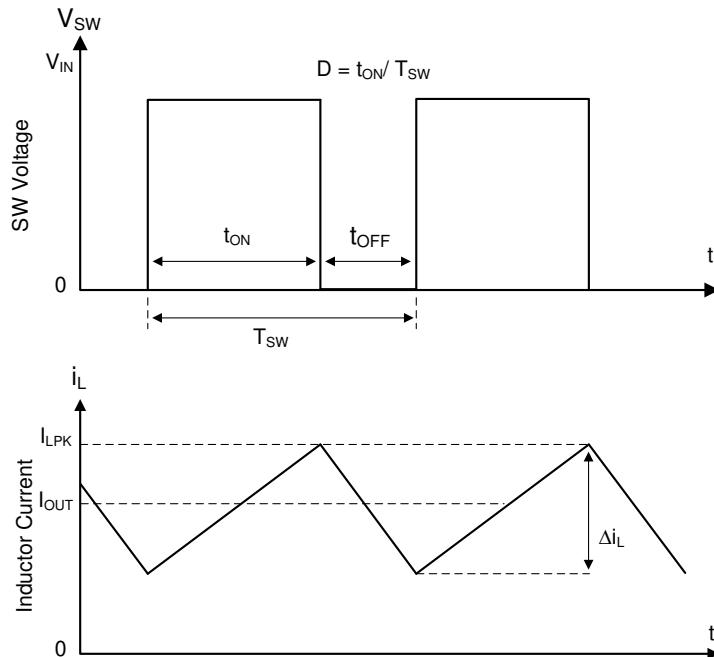

图 7-1. 连续导通模式 (CCM) 下的 SW 节点和电感器电流波形
LMR514xx 的以下运行说明涉及 功能方框图 和 图 7-1 中的波形。LMR514xx 是一款同步降压转换器，具有集成式高侧 (HS) 和低侧 (LS) 开关（同步整流器）。LMR514xx 通过使用受控的占空比打开高侧和低侧 NMOS 开关，来提供稳定的输出电压。高侧开关导通期间，SW 引脚电压上升至约 V_{IN} ，电感器电流 i_L 以线性斜率 $(V_{IN} - V_{OUT})/L$ 增加。当高侧开关被控制逻辑关闭时，低侧开关在经过反击穿死区时间后将会导通。电感电流通过低侧开关以斜率 V_{OUT}/L 放电。降压转换器的控制参数为占空比 $D = t_{ON}/T_{SW}$ ，其中 t_{ON} 是高侧开关导通时间， T_{SW} 是开关周期。转换器控制环路通过调整占空比 D 来维持恒定的输出电压。在可忽略损耗的理想降压转换器中，D 与输出电压成正比，与输入电压成反比： $D = V_{OUT}/V_{IN}$ 。